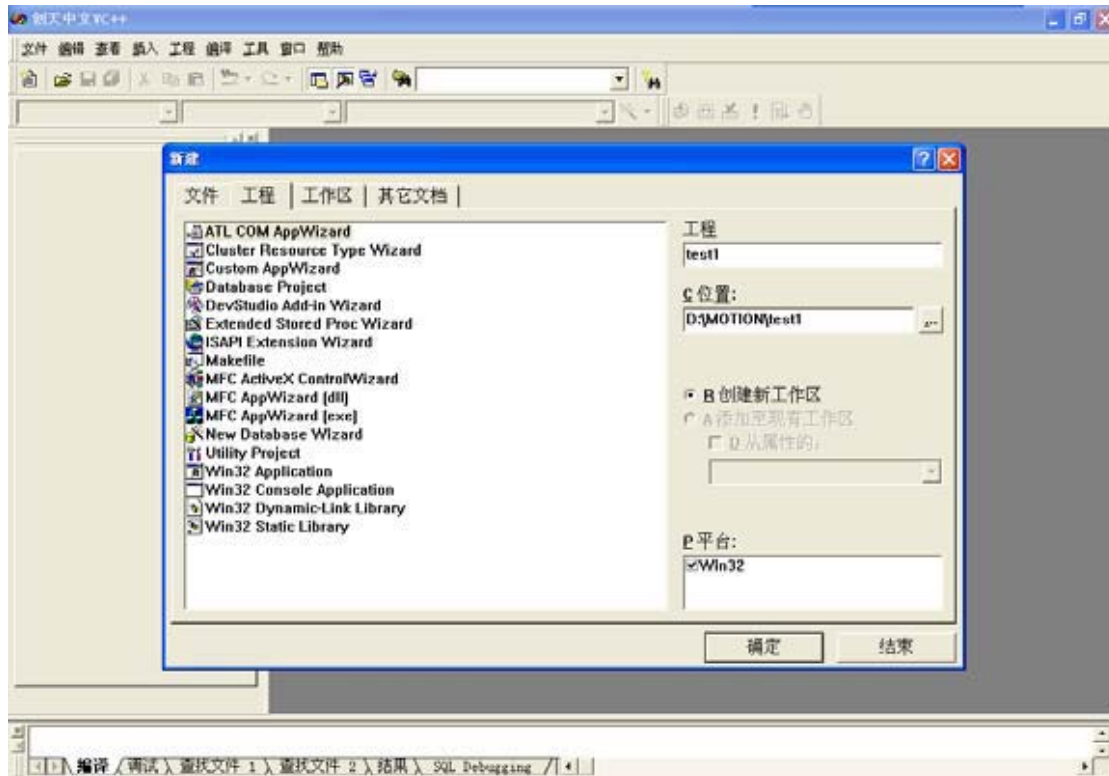

图 7-7 创建新工程
- (1) 打开 Visual C++ 6.0;
- (2) 新建一个工程;
- (3) 选择 MFC APPWizard(exe);
- (4) 选择工程保存路径, 如: E:\;
- (5) 输入工程名,如: test1。如图 7-7: